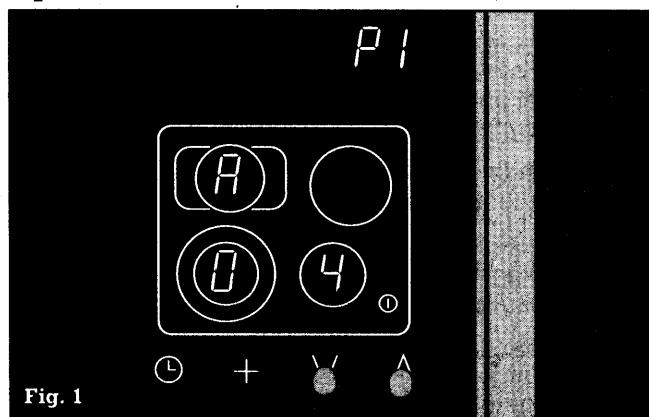

Fig. 1
- Når kogefeltet er tændt, berøres symbolerne V og A. Der høres et akustisk signal. Hold fingrene i nogle sekunder på symbolerne, indtil der høres et andet akustisk signal og der lyser P 1 i timerdisplayet. Tag fingrene fra symbolerne. I kogezone-displayet vises R 04, d.v.s. en opkogningsstid på 4 minutter er blevet indstillet (fig. 1).